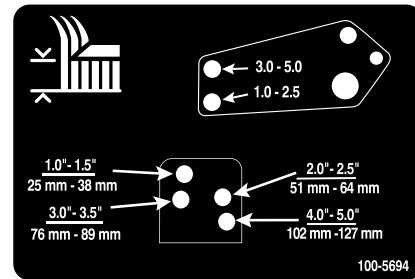

Bild 26
10. Flüchten Sie die Löcher des Stoßdämpferlenkers mit den ausgewählten Löchern in der Schnitthöhenhalterung am Mähwerkrahmen aus, setzen die Lastösenbolzen ein und bringen die Splinte an (Bild 26).